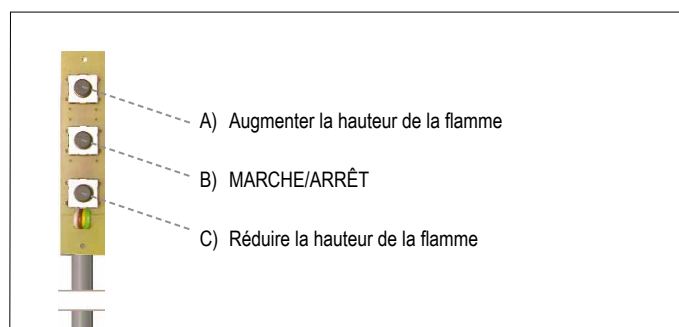

Figure 25: Panneau de commande
- Presser le bouton « B » (voir figure 25) jusqu'aux deux bips courts confirme le démarrage de la séquence ; relâcher le bouton.